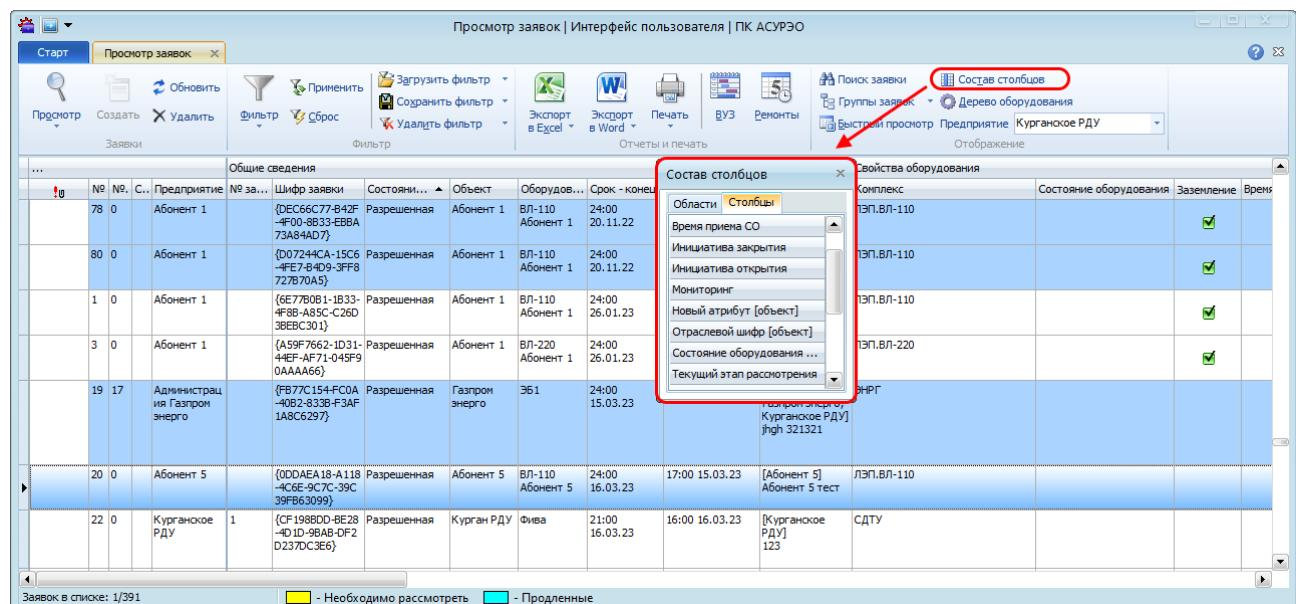

Рисунок 9.7 – Вызов настройки состава столбцов через главное меню
- На панели инструментов нажать на кнопку «Состав столбцов» (Рисунок 9.7).